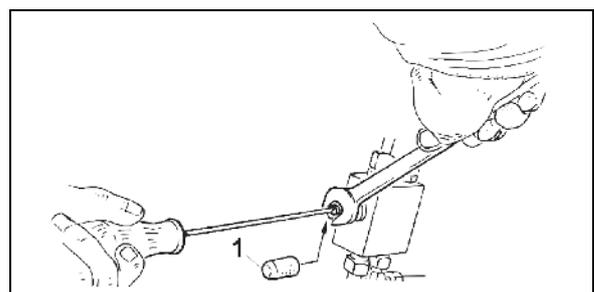

Fig. 104
1. Retirez le cache (Fig. 104/1)
4. Une fois le réglage effectué, bloquez le réglage du limiteur avec le contre-écrou et remettez le cache (Fig. 104/1).